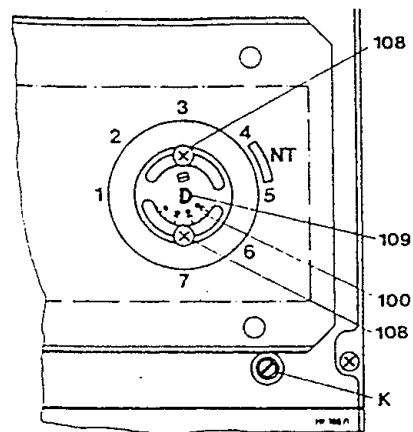

Bild 11
Bei Heizungsanlagen für höhere Vorlauftemperaturen kann die Begrenzung aufgehoben werden, s. Bild 11. Im Leistungsbereich zwischen 0 und ca. 40 % des Heizungswärmebedarfs arbeitet der Regler mit einer festen Schaltdifferenz. Ab 40 % (ZR 11 ab 50 %) der Leistung bis zur Nennwärmeleistung arbeitet der Regler stetig.
Eine Anhebung der Leistung ist durch Rechtsdrehen des Potentiometers (K) Bild 11 zu erreichen.